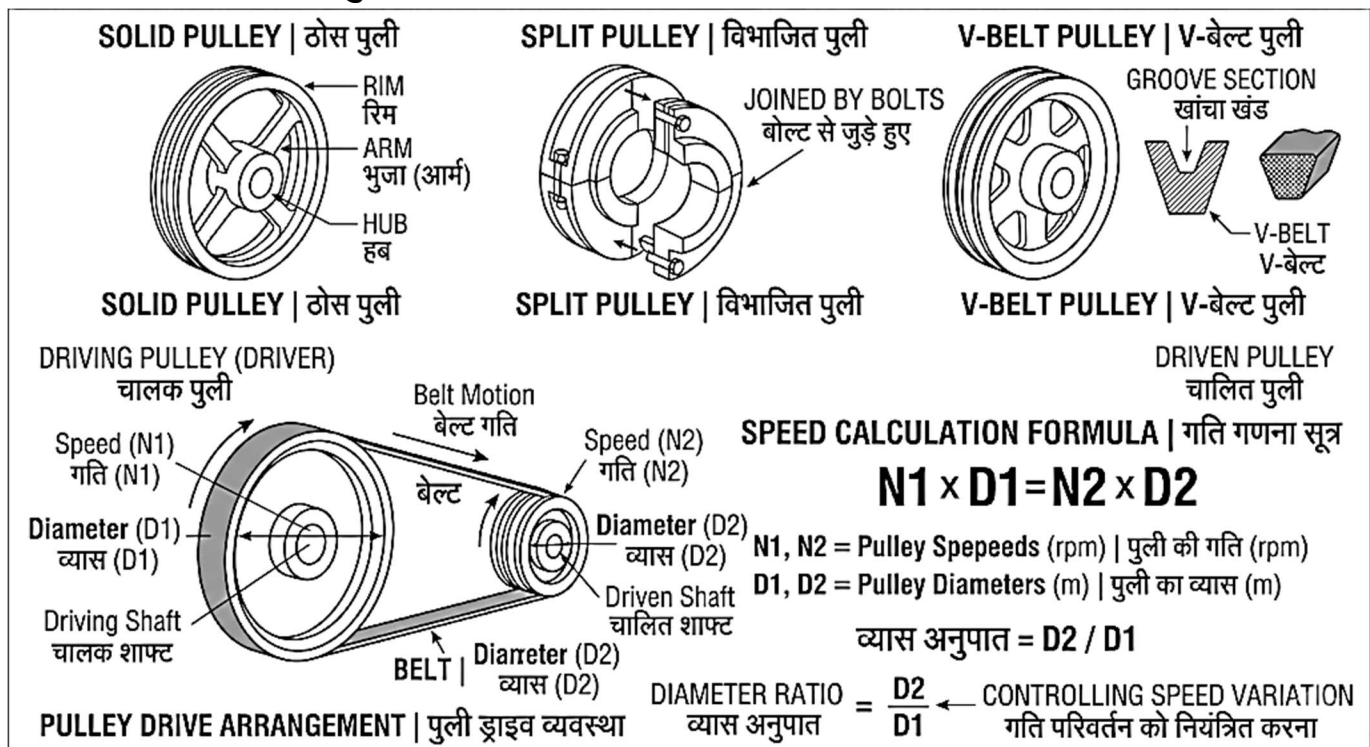

Fig.5.6: Solid, Split, and V-Belt Pulleys | ठोस, विभाजित एवं वी-बेल्ट पुलियाँ
5.6.1 Introduction to Pulleys (Fig.5.6)
5.6.1 पुलियों का परिचय (Fig.5.6)